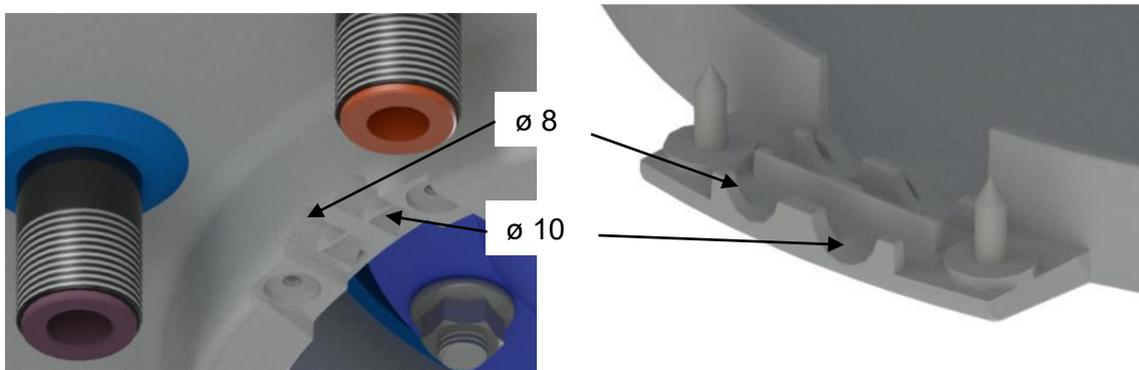

Abbildung 5: Leitungsklemmen am Warmwasserspeicher und Abdeckung
3. Die Trennwand in der Abdeckung der Elektroinstallation entfernen, sodass der Durchmesser dem der Leitung, also  $\varnothing 8$  mm oder  $\varnothing 10$  mm (siehe Abbildung 5) entspricht.